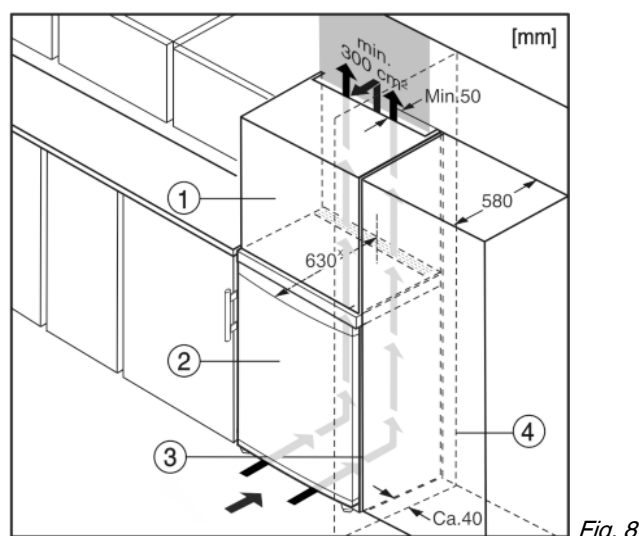

Fig. 8
Устройство может быть окружено предметами кухонной обстановки. Чтобы уравнивать устройство Fig. 8 (2) по высоте с кухонной стенкой, можно установить над устройством соответствующий дополнительный шкафчик Fig. 8 (1).
При комбинировании с кухонными шкафами (глубина макс. 580 мм) устройство можно установить непосредственно рядом с кухонным шкафом Fig. 8 (3). Устройство выступает сбоку на 34 ммx и по центру на 50 ммx относительно передней стенки кухонного шкафа.
Если устройство установлено на шарнирах у стены Fig. 8 (4), то расстояние между устройством и стеной должно быть не менее 40 мм. Настолько выступает ручка при открытой дверце.